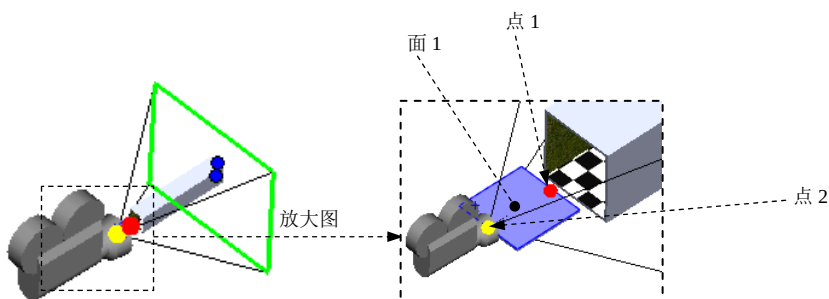
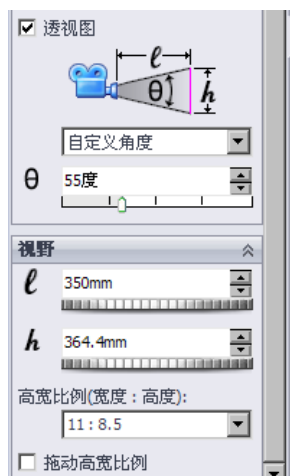
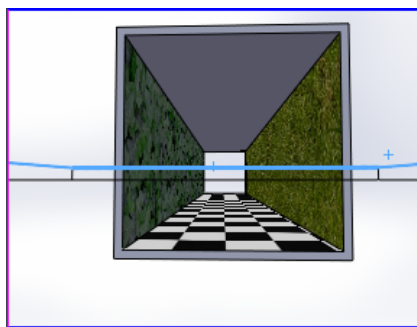

图 9.9.7 相机设置
图 9.9.8 设置参数
图 9.9.9 相机视图
Step5. 添加相机。选择下拉菜单 **视图(V)** → **光源与相机(L)** → **添加相机(C)** 命令，打开“相机 1”对话框，同时在图形窗口打开一个垂直双视图视窗，左侧为相机，右侧为相机视图；在“相机 1”对话框中激活 **目标点** 区域，在图形中选取图 9.9.7 所示的点 1 为目标点；激活 **相机位置** 区域，选取图 9.9.7 所示的点 2 为相机的位置；激活 **相机旋转** 区域，选取图 9.9.7 所示的面 1 来设定角度，其他参数设置如图 9.9.8 所示，设定完成后相机视图如图 9.9.9 所示；在“相机 1”对话框中单击按钮，完成相机的设置。